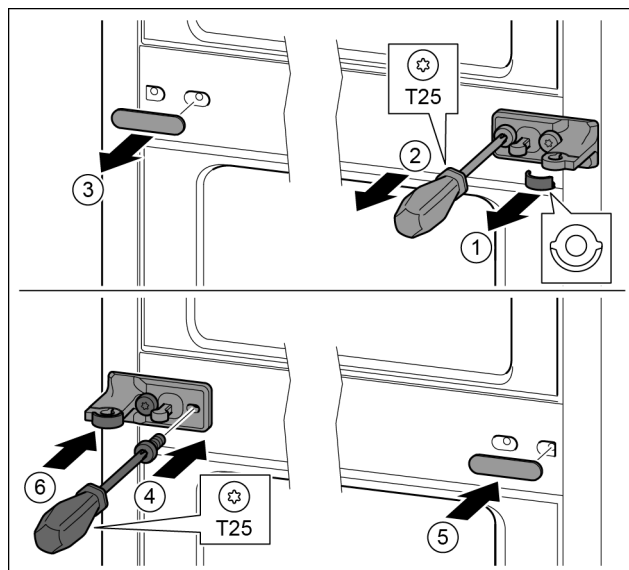

Fig. 34
- ▶ Schijf eraf trekken. Fig. 34 (1)
- ▶ Schroeven met schroevendraaier T25 eruit draaien. Fig. 34 (2)
- ▶ Afdekking voorzichtig eraf trekken. Fig. 34 (3)
- ▶ Lagerbus met folie 180° gedraaid op de andere kant bevestigen. Fig. 34 (4)
- ▶ Afdekking 180° gedraaid op de andere kant aanbrengen. Fig. 34 (5)
- ▶ Schijf vanaf de voorkant erop schuiven. Fig. 34 (6)